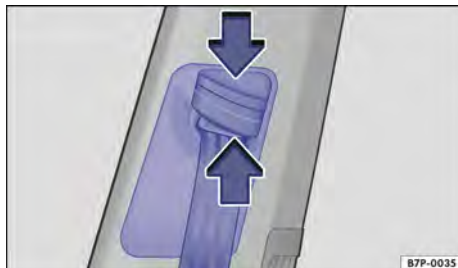

Fig. 13 Ao lado dos bancos dianteiros: regulagem de altura do cinto de segurança.
- Pressionar o dispositivo regulador no sentido da seta e mantê-lo pressionado → Fig. 13.